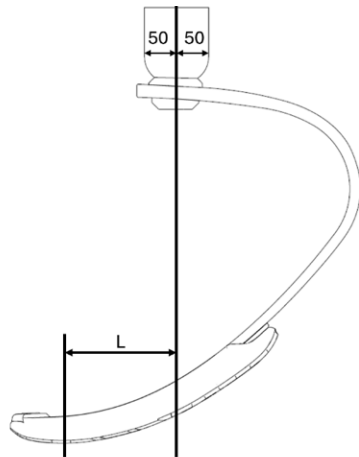

Abbildung 3: Maß L, statischer Aufbau
1. Platzieren Sie das Fußmodul mit seinem Bodenkontaktpunkt gemäß Abbildung 3 und einem Maß L von ca. 50-70 mm vor der Referenzlinie.